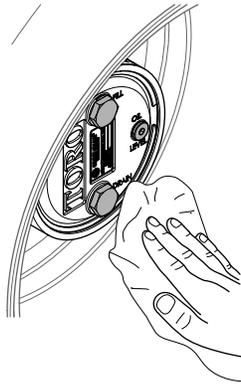

Figure 63
3. Essuyez soigneusement les carters de frein et de train planétaire (Figure 63).